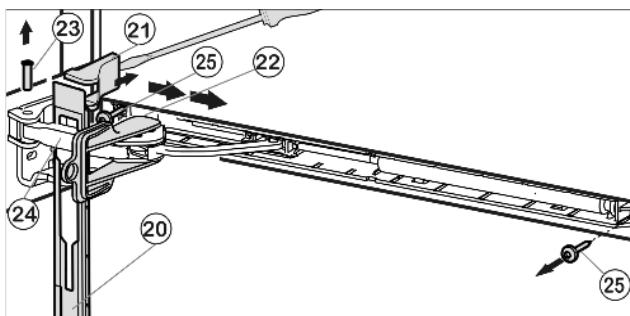

Fig. 10
- ▶ Сдвиньте накладку над амортизационной скобой Fig. 10 (24) в направлении устройства вперед.
- ▶ Зафиксируйте предохранитель Fig. 10 (22) в продольном пазе.
- ▶ Поденьте крышку Fig. 10 (21) отвёрткой с внешней стороны и снимите в направлении наружу.
- ▶ Выдавите палец Fig. 10 (23) снизу.
- ▶ Нажмите амортизационную скобу Fig. 10 (24) в направлении дверцы.
- ▶ Снимите накладку Fig. 10 (20).
- ▶ Открутите целиком амортизатор закрывания двери (2 шт. Torx 15) Fig. 10 (25).